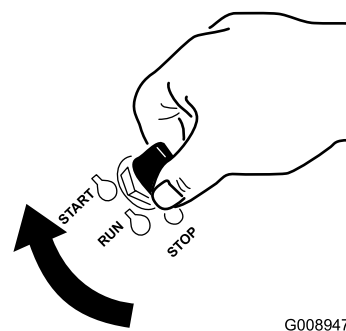

Figure 17
1. Tournez la clé de contact à la position de démarrage (Start) (Figure 17). Relâchez la clé quand le moteur démarre.
6. Tournez la clé de contact à la position de démarrage (Figure 17). Relâchez la clé quand le moteur démarre.